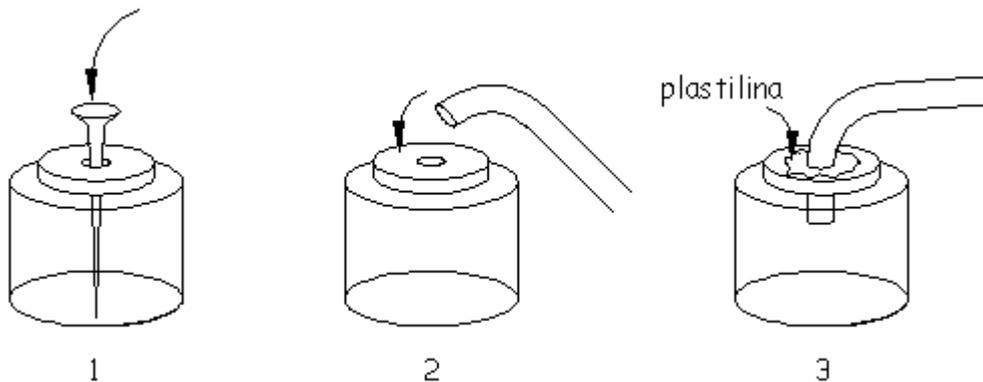

Figura 1
3. Etiqueta el otro frasco con tapa como "frasco 2". En la tapa perfora un pequeño orificio, utilizando el clavo grueso, e inserta la manguera. Sella el espacio entre la manguera y la tapa con plastilina o con silicón (Figura 1). Es importante que, cuando cierres el frasco, el único lugar por donde pueda pasar el aire sea la manguera.